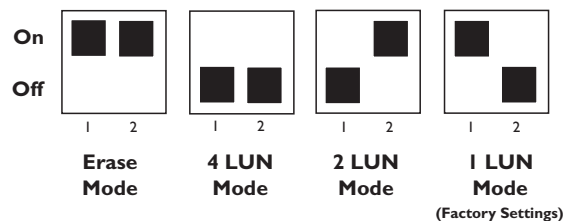

Figura 6 Schema di impostazione del commutatore DIP MODE
2. Mentre il gruppo è spento, portare il commutatore DIP MODE su Erase Mode (Modalità Cancella) (FIGURA 6).
4. Spegnerla di nuovo e configurare i commutatori DIP per la nuova modalità (FIGURA 6).